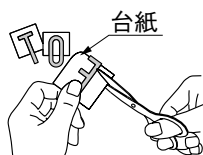

図8-2
- ② 文字を切らないように注意して、台紙をハサミで5分の1程度切り取ってください。(図8-2参照)